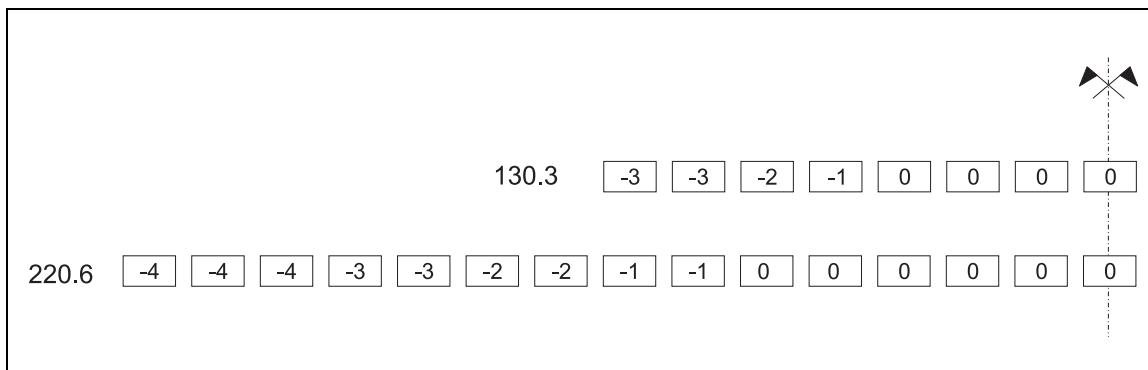

Abb. 10-43 Einstellung der Standard-Zwischenstücke
- Durch Ablesen der Kurvenwerte (Abb. 10-43). Dabei handelt es sich um durchschnittliche Einstellwerte in Übereinstimmung mit Ihrem Maschinentyp.